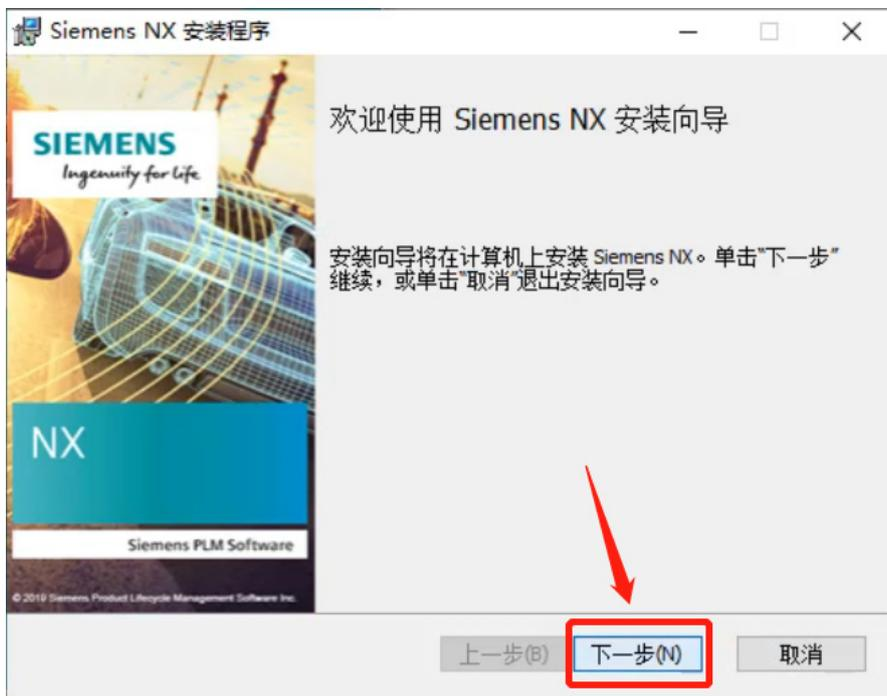

图 1-3 进入模块选择界面
(3) 单击“下一步”，进入程序模块选择界面，如图 1-3 所示。